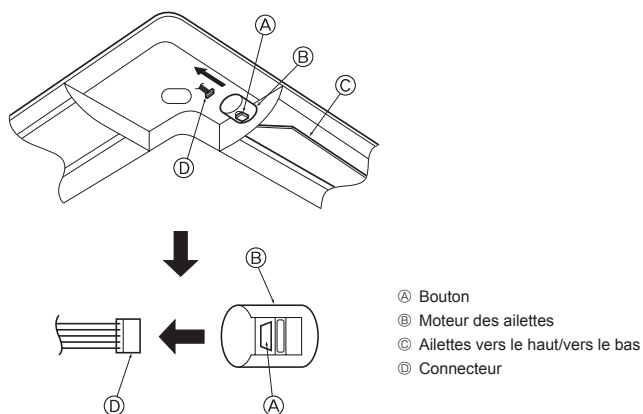

Fig. 5-9
5.4. Verrouillage du sens de la soufflerie d'air vers le haut/vers le bas (Fig. 5-9)